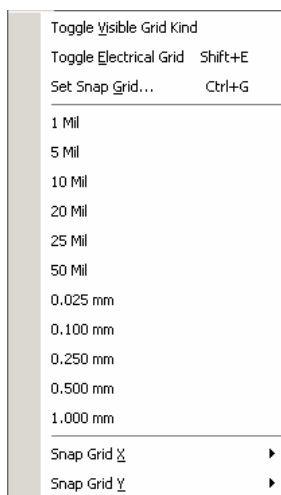

图 7.13 下拉菜单
6) 栅格工具按钮, 单击栅格工具按钮, 弹出如图 7.13 所示的下拉菜单, 在此下拉菜单中设置 PCB 图中的对齐栅格的大小。